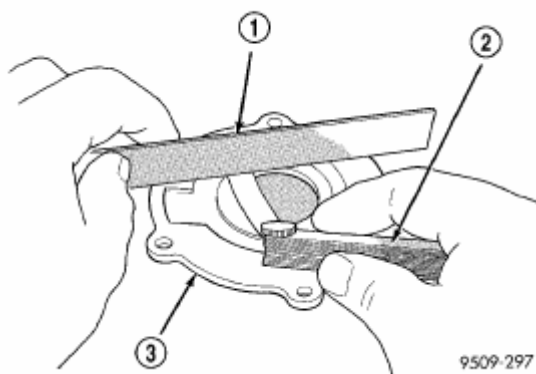

Рис. 91. Проверка плоскостности крышки масляного насоса.
(2) Приложить линейку по поверхности крышки насоса (Рис.91). Если щуп толщиной 0,025 мм проходит между крышкой и линейкой, крышку необходимо заменить.